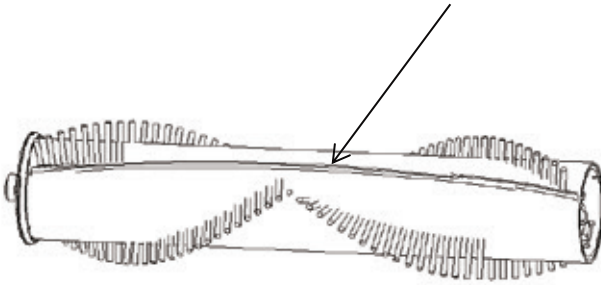

Fig. 6-6c
7) Skrap langs sporet til rullebørsten med bladet for å klippe og fjerne håret. Sett deretter gulvbørsten godt på igjen og lukk rullebørstedekselet. (Obs: Ikke bruk bladet på selve gulvrullebørsten for å kutte det innviklede materialet) (Fig. 6-6c)